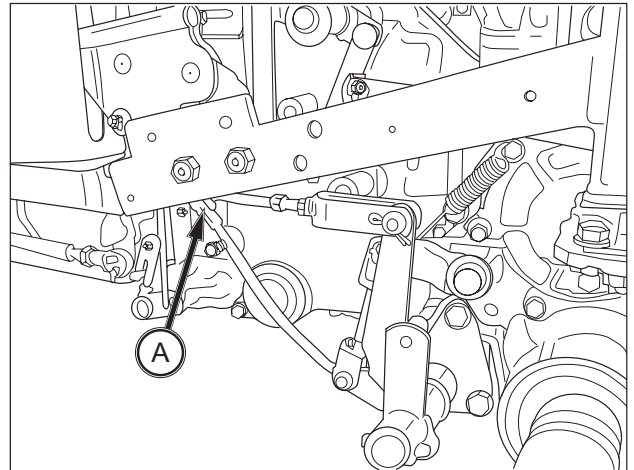

ABB. 152
**ABB. 152:** Nach dem Einstellen der Bremspedale den Feststellbremshebel einstellen. Die Seilzugspannung über die Einstellpunkte „A“ und „B“ so einstellen, dass die Feststellbremse fest zugreift, wenn der Feststellbremshebel bis zur fünften oder sechsten Kerbe angezogen ist.